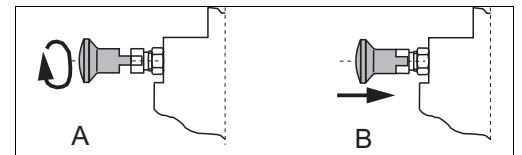

図 16： 固定ボルト
4. プラスチック溝がくぼみの上に位置するよう、固定ボルトを 90° 回します（→ 図 16、A）。